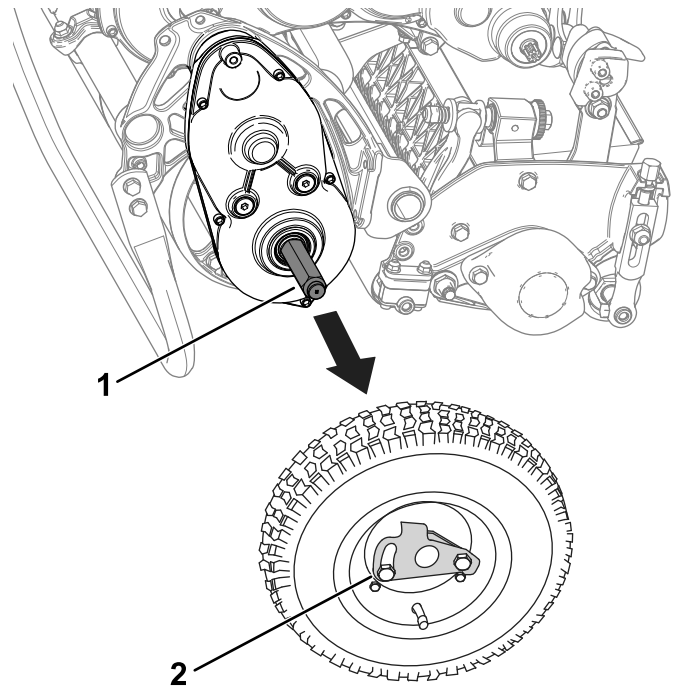

Figura 16
3. Retire las ruedas de transporte empujando los clips de bloqueo de las ruedas fuera de los ejes (Figura 16).